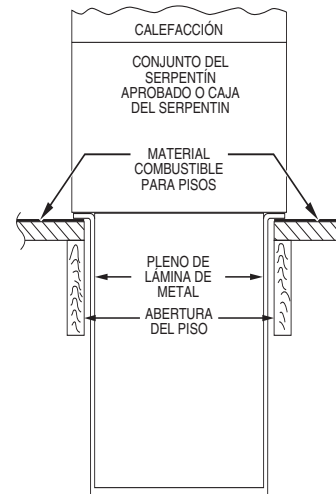

Fig. 12 – Calefactor, cámara y conjunto del serpentín o caja del serpentín instalados en un piso combustible
4. Si utiliza una subbase de flujo descendente KGASB, instale según se indica (consulte la Tabla 11). Si se utiliza el conjunto del serpentín n.º de pieza CNPV, CNRV, CAP y CNR o la caja del serpentín n.º de pieza KCAKC, instale según se indica (consulte la Fig. 12).